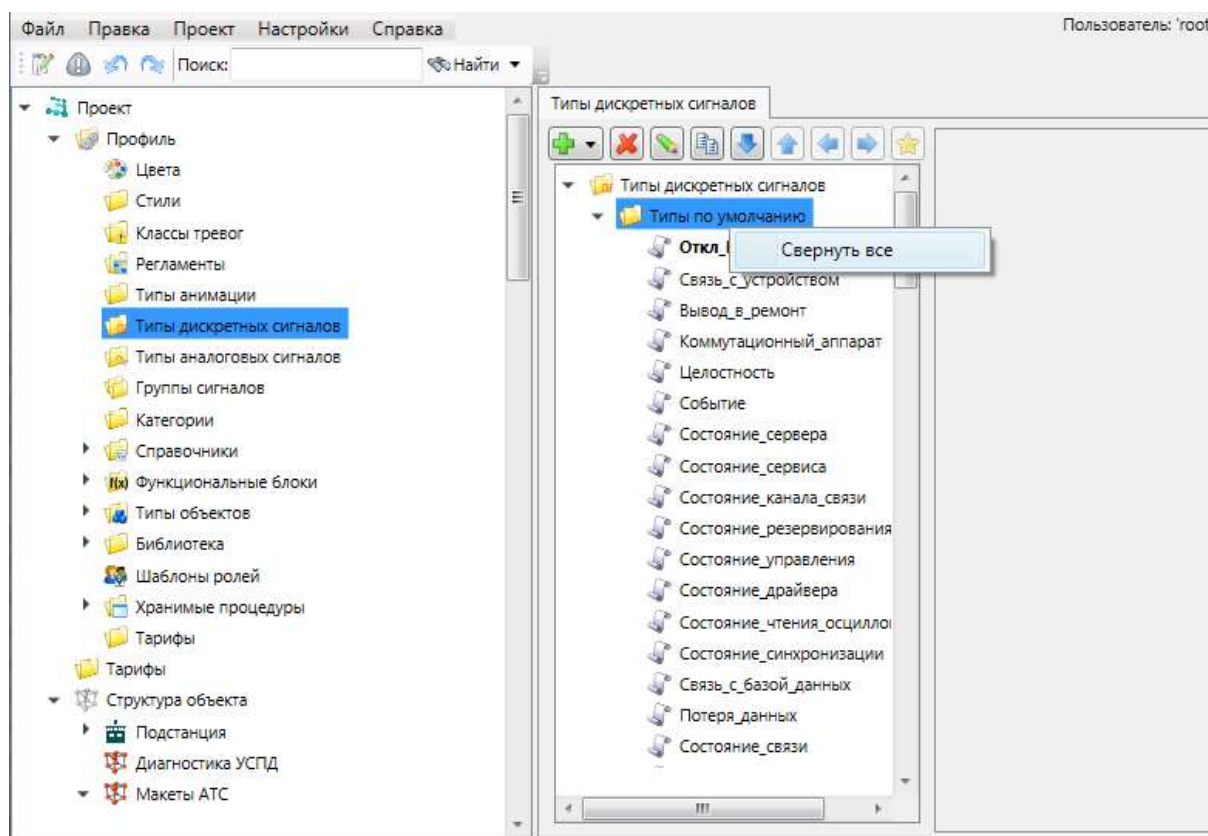

Рисунок 240 – Команда «Свернуть все»
- возможность сворачивания или разворачивания всего, либо текущего и всех вложенных по отношению к текущему, узла структуры данных. Данные функции обеспечиваются командами «Свернуть все» и «Развернуть все» контекстного меню требуемого узла структуры (рисунок 240).